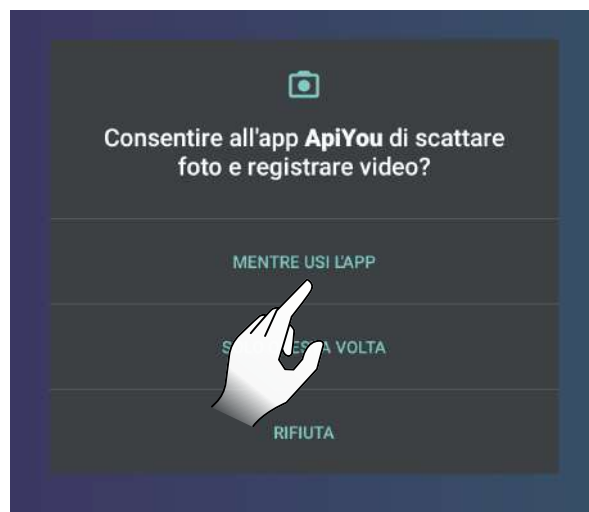

Fig. 8.1
- di aver scansionato correttamente il codice QR. Controllare l’autorizzazione di ApiYou all’utilizzo della fotocamera, se non concesso, l’inquadratura resta completamente nera; quindi modificare le autorizzazioni come evidenziato in Fig. 8.1 e 8.2, o inserire manualmente il codice a 16 cifre;